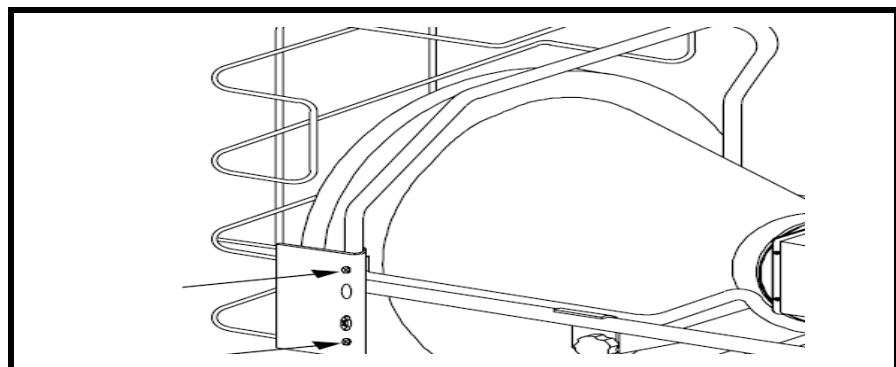

Abb. 7
4. Befestigen Sie das Frontschutzgitter mit jeweils zwei Schrauben (10 mm) pro Seite, Abb. 7.